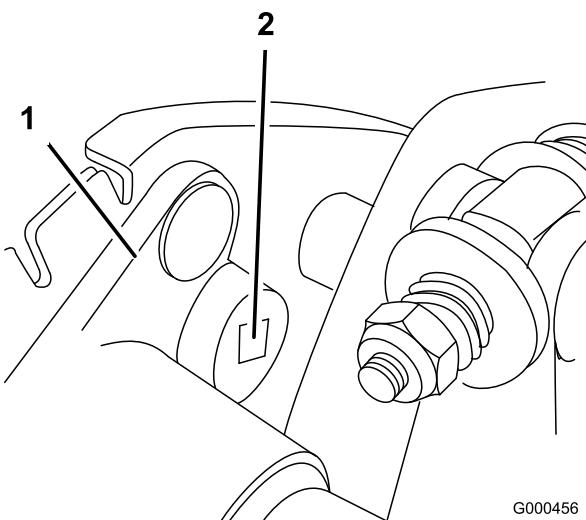

Figura 35
- B. Con una chiave torsiometrica da 9,5 mm (3/8") girate la sede del cuscinetto ad una coppia di 4-4,5 Nm per impostare la tensione della cinghia (Figura 35)